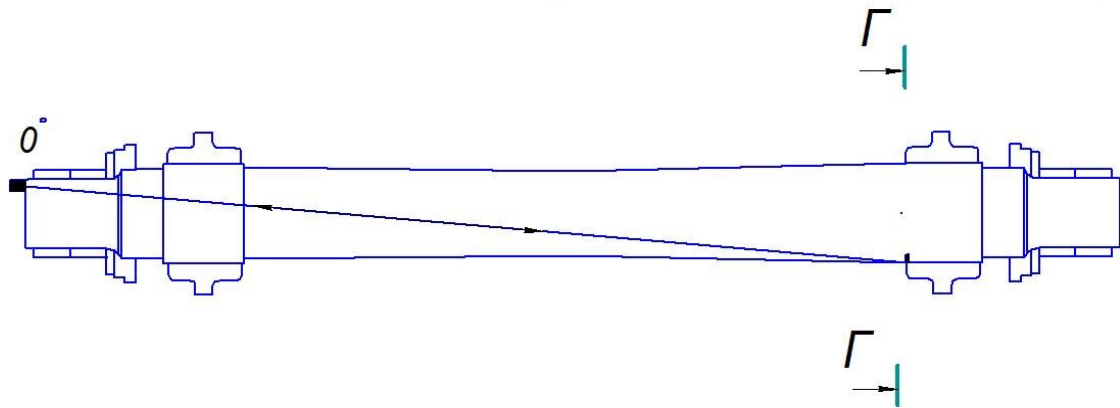

Рис. 7.1.2. Схема установки преобразователя на НО 1.11.002 – О при проверке чувствительности по варианту AR1.1. Альтернативный способ настройки.
- установить ПЭП на НО в соответствии со схемой на Рис.7.1.2;
- установить ПЭП на НО 1.11.002–О и найти максимум эхосигнала от пропила в сечении Г-Г, Рис.7.1.2;